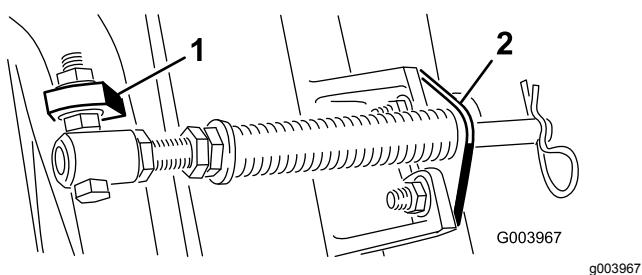

**Bild 5**
- A. Nehmen Sie die zwei Schlossschrauben und Muttern ab, mit denen die Stangenhalterung an den Nasen der Schneideeinheit befestigt ist (**Bild 5**).
- B. Nehmen Sie die Bundmutter ab, mit denen die Schraube des Federrohrs an der Trägerrahmennase befestigt ist (**Bild 5**). Nehmen Sie das Bauteil ab.